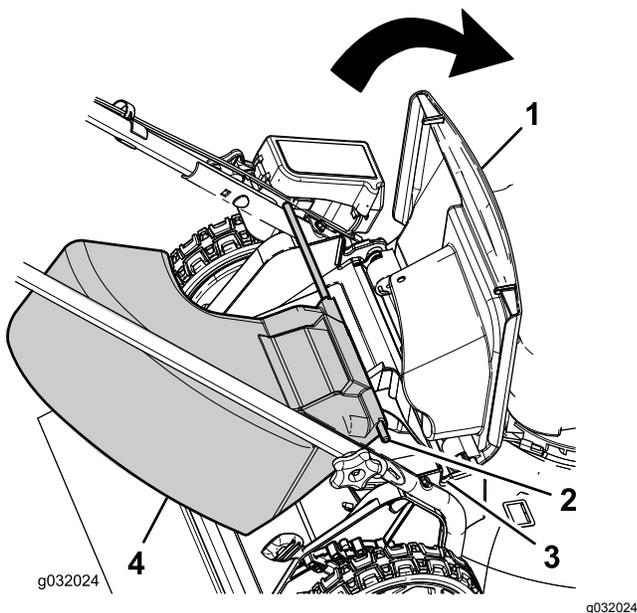

Figura 21
1. Tirate verso l'alto il deflettore posteriore (Figura 21).
- Inserite le estremità dell'asta del condotto di scarico laterale nelle tacche sulle staffe della stegola (Figura 21).
- Tirate verso l'alto il deflettore posteriore (Figura 21).